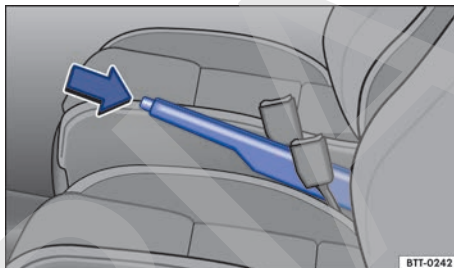

Fig. 99 Entre los asientos delanteros: palanca del freno de estacionamiento.
- Tirar de la palanca del freno de estacionamiento hacia arriba con la tecla de bloqueo presionada → fig. 99 (flecha).
- Tirar de la palanca del freno de estacionamiento un poco hacia arriba y presionar la tecla de bloqueo → fig. 99 (flecha).